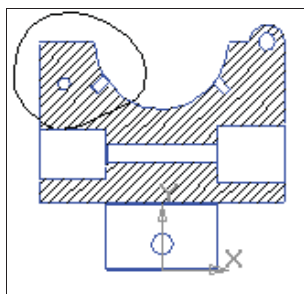

Рис. 24.11. Созданный разрез Б-Б
- ◆ сделайте текущим Разрез А-А, как на рис. 24.11;